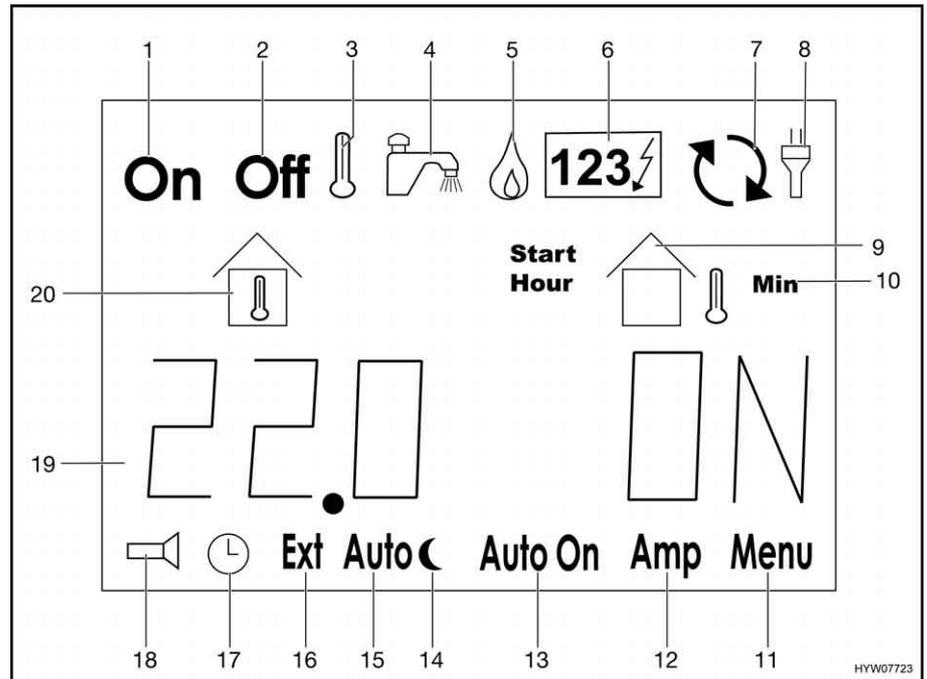

Fig. 162 Indicazioni sul display LCD
Nella riga informativa (Fig. 162,19) vengono indicati in forma testuale dati sulle temperature, tempi e stati di funzionamento oltre che alle segnalazioni di errore.
- Premere il tasto "▷" (Fig. 161,4) finché il simbolo "" (Fig. 162,5) lampeggia.
- Premere il tasto "▷" (Fig. 161,4) finché il simbolo "" (Fig. 162,6) lampeggia.
- Premere il tasto "▷" (Fig. 161,4). Il simbolo "Off" (Fig. 162,2) lampeggia.
- Premere il tasto "+/On" (Fig. 161,3). Il simbolo "On" (Fig. 162,1) lampeggia. Il riscaldamento si avvia automaticamente.
- Premere il tasto "▷" (Fig. 161,4). Il simbolo "On" (Fig. 162,1) lampeggia.
- Premere il tasto "-/Off" (Fig. 161,5). Il simbolo "Off" (Fig. 162,2) lampeggia. Il riscaldamento si spegne.